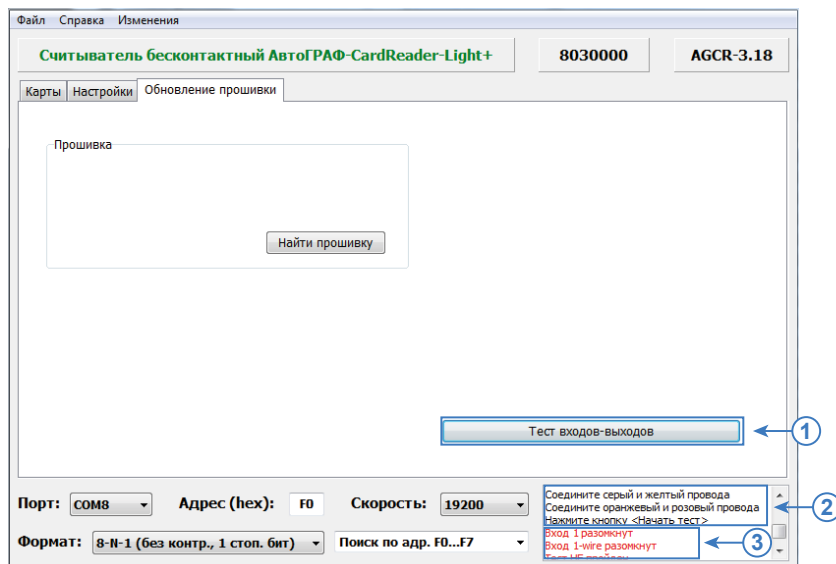

Рис.17. Диагностика входов и выходов считывателя.
- Перейдите на вкладку «Обновление прошивки» и нажмите кнопку «Тест входов-выходов» (Рис.17, п.1).
- Выполните действия согласно инструкции, которая появится в окне состояния (Рис.17, п.2):
- Нажмите кнопку «Начать тест». Программа выполнит проверку входов и выходов и в случае неисправности отобразит ошибки в окне состояния (Рис.17, п.3).